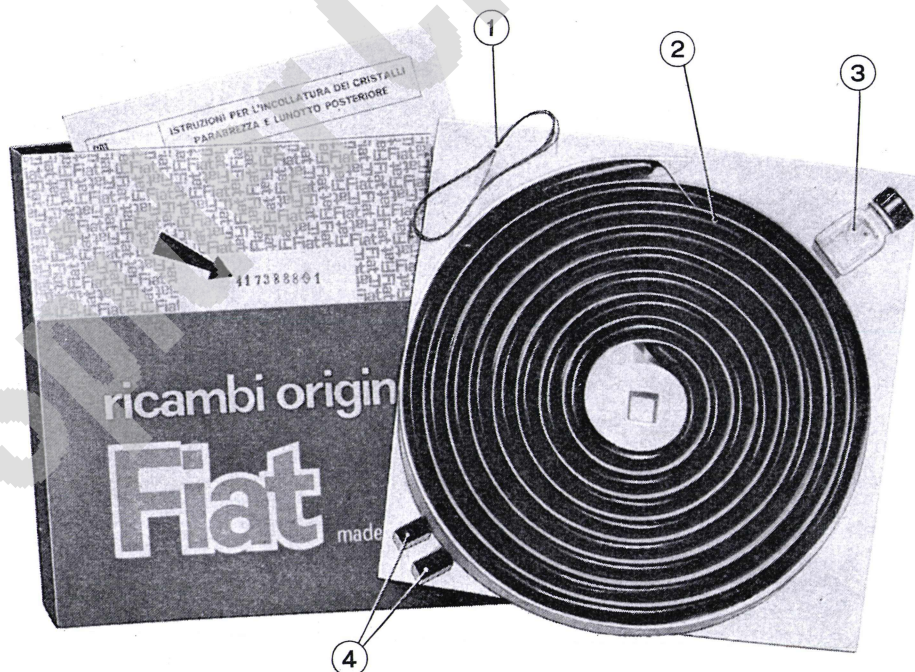
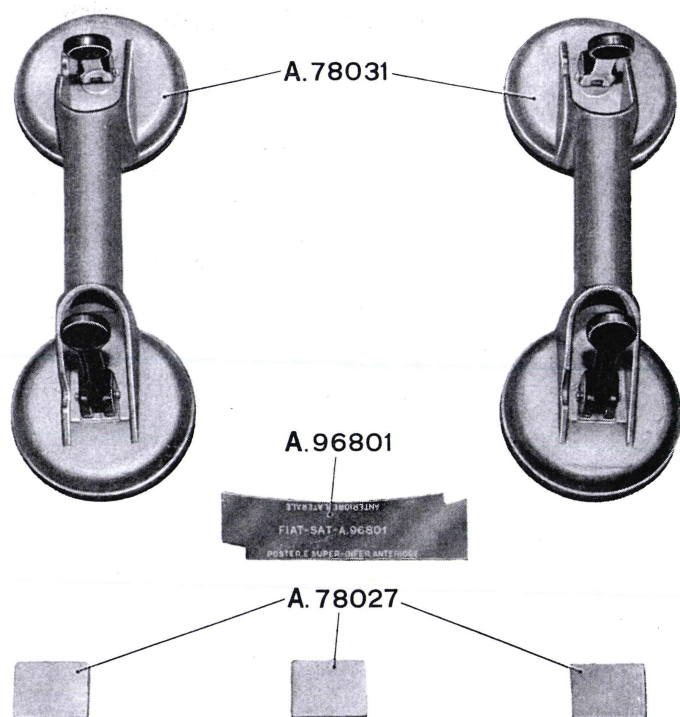
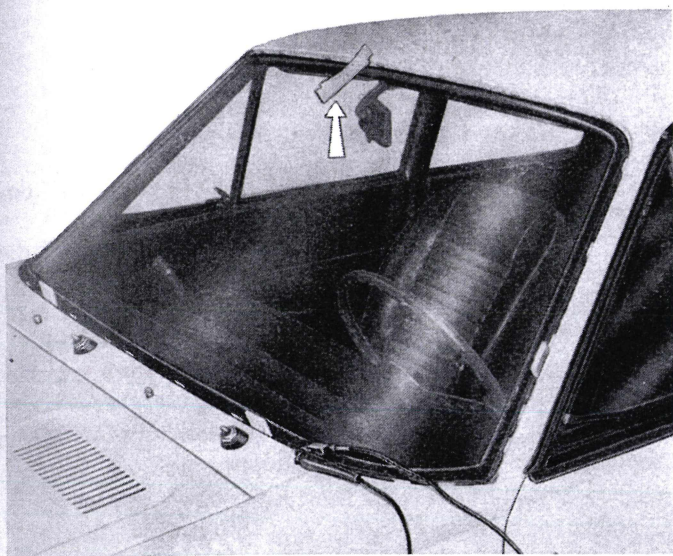

Abb. 113. - Komplette « Solbit »-Packung, zum Einkleben der Windschutz- und Heckscheibe.
Abb. 119. - Saughafter A. 78031 zum Einsetzen bzw. Zentrieren der Scheibe, Kontrollehre A. 96801 und Abstandgummis A. 78027.
Abb. 122. - Kontrolle des oberen Sitzes der Scheibe.
Das « Solbit » wird von der FIAT-Ersatzteile-Direktion in entsprechender Verpackung mit folgendem Inhalt geliefert (Abb. 113):
- Die Scheibe einsetzen und genau zentrieren (Abb. 119). Dabei die Abstandstücke **A. 78027** (Abb. 113), oder die zwei mit dem «Solbit» gelieferten Gummis (Abb. 119) verwenden. Die genannten Abstandgummis sind unten und zwar in ca. 20 cm Abstand von den seitlichen Pfosten aufzukleben, wobei man sich ver-
gewissere, dass zwischen dem Rand der eingesetzten Scheibe und dem Sitz ein gleichmässiger Abstand vorhanden ist. Um die Behandlung der Scheibe zu erleichtern, ist es ratsam die zwei Saughafter (mit entsprechenden Griffen) (**A. 78031** - Abb. 119) zu verwenden, die wie in Abbildung 118 illustriert angesetzt werden.
Man beachte das Einlegen der Abstandgummis **A. 78027** (Abb. 119), um die Zentrierung der Scheibe zu gewährleisten.
Die Kontrolle genannter Quetschung wird durch Anwendung der Lehre **A. 96801** (Abb. 122 u. 123) erleichtert, die sowie zur Kontrolle an der Windschutzscheibe als auch an der Heckscheibe dient, laut den Anweisungen auf der Lehre selbst (Abb. 119).